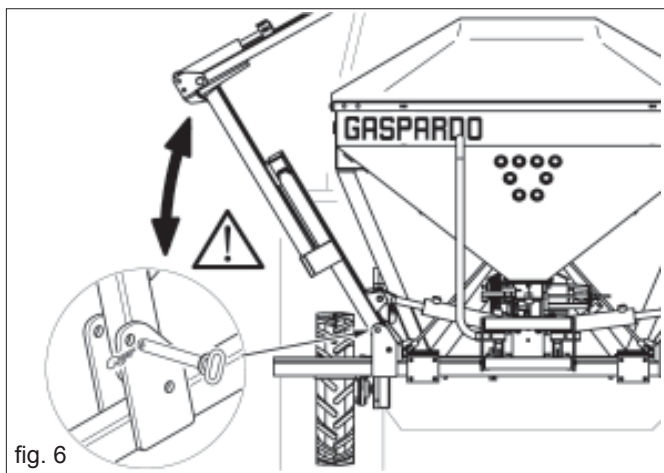

fig. 6
- 35) Los desplazamientos fuera de la zona de trabajo se deben hacer con el equipo en posición de trabajo y con los dispositivos de seguridad correspondientes activos (Fig. 6).